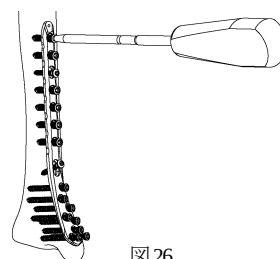

図 26
- 1) 3.5 コーティカルスクリューを六角 2.5 ドライバーで、4.5 ロックングスクリュー (T) 及び 4.0 ロックングスクリュー (T) (中空) をヘクスローブ 20 ドライバーで抜去します。(図 26)